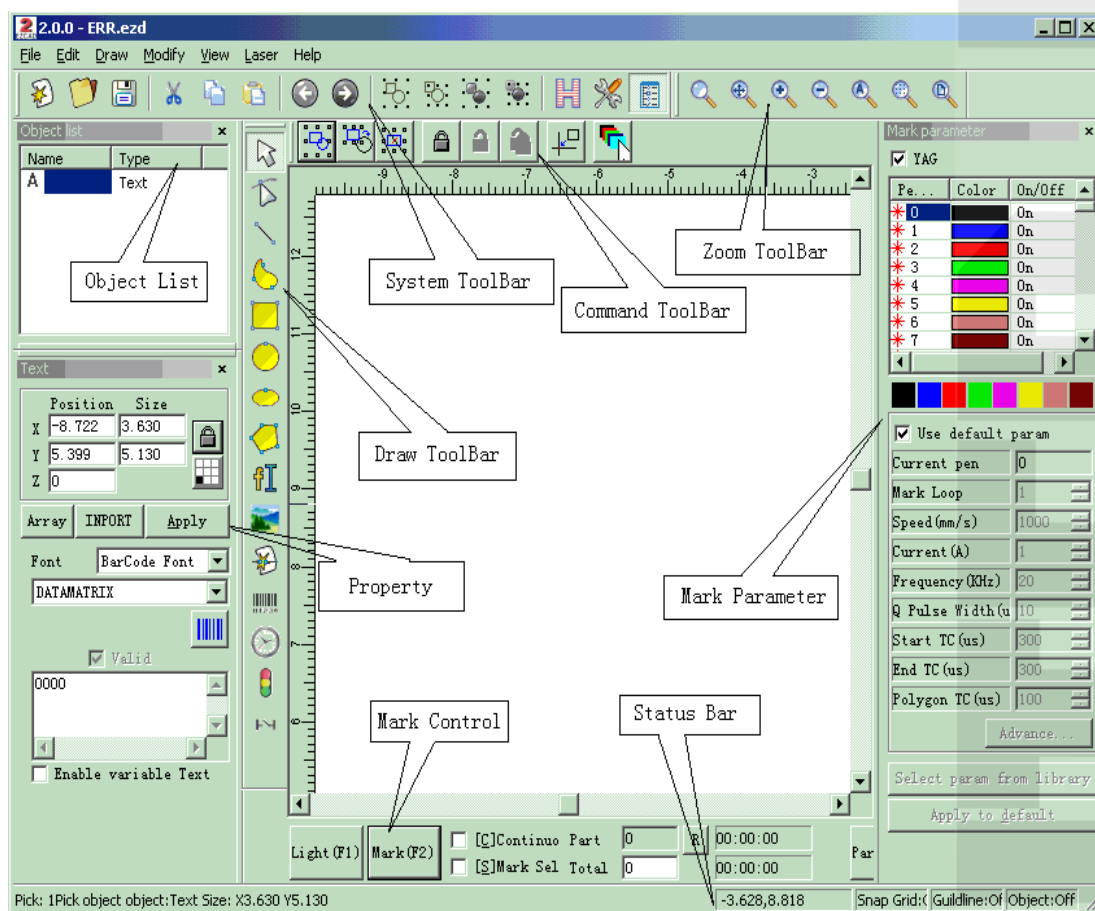

Рис. 1-2. Главное окно программы «Metal Marker».
- **Главный интерфейс (Рис. 1-2)**